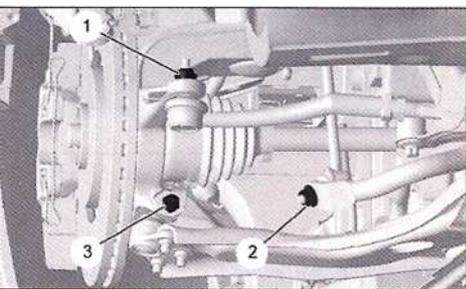

FIG. 9
Desmontar las tuercas (1), (2) y (3) (Fig.9).